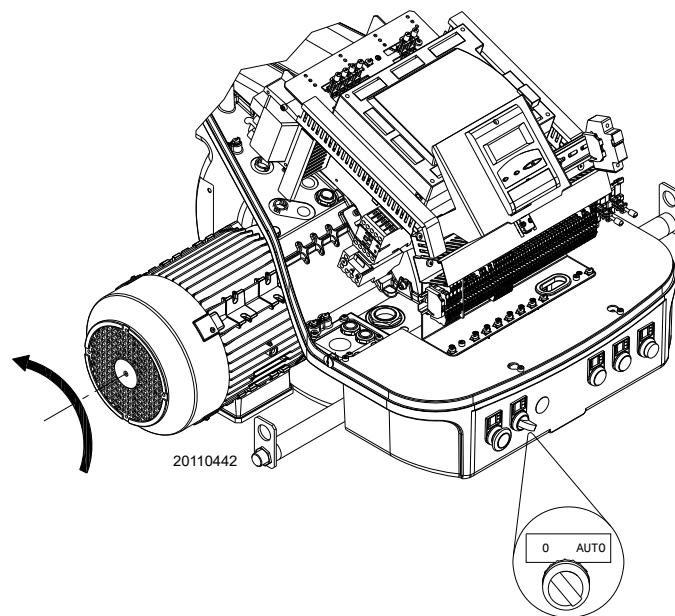

Fig. 27
Chiudere i termostati/presostati e mettere l'interruttore di Fig. 27 in posizione "AUTO".
Se segnalano tensione, fermare **immediatamente** il bruciatore e controllare i collegamenti elettrici. Quando il bruciatore si avvia, verificare la direzione della rotazione del motore, come indicato in Fig. 27.
- mettere l'interruttore di Fig. 27 in posizione "0" ed attendere che l'apparecchiatura esegua la fase di spegnimento;
- agendo sull'interruttore "0-AUTO" di Fig. 27 a pag. 30;